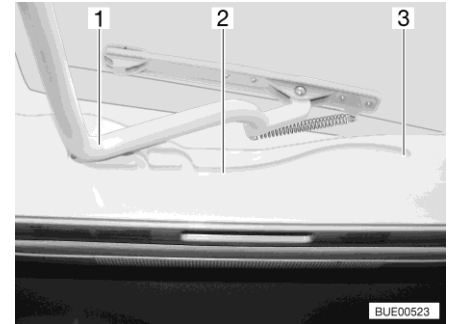

Bild 52 Führung (Heki-Dachhaube)
- Den Bügel (Bild 52,1) in den Führungen (Bild 52,2) bis in die hinterste Position (Bild 52,3) ziehen.
- Den Bügel (Bild 52,1) mit beiden Händen leicht nach oben drücken.
- Den Bügel in den Führungen (Bild 52,2) bis zur gewünschten Stellung ziehen.